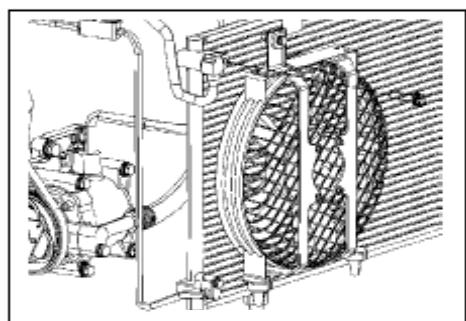

Рис. 470
- (1) Открутите болт, отсоедините трубку подачи хладагента к конденсатору(рис. 470).
- (2) Снимите круглое уплотнительное кольцо трубопровода.